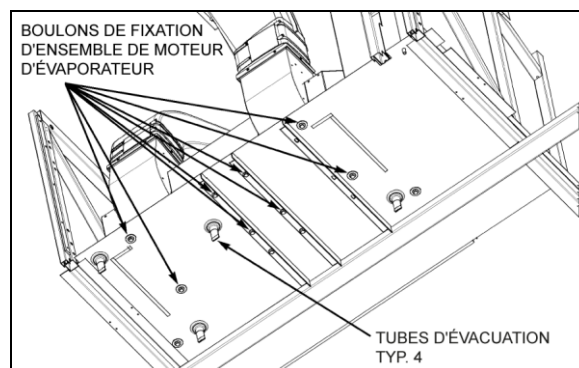

FIGURE 57: BOULONS DU MOTEUR DE L'ÉVAPORATEUR 22315
9. Depuis le dessous du véhicule, dévisser les huit boulons qui fixent la base du double ventilateur refoulant. Enlever la totalité du double ventilateur du compartiment de l'évaporateur (Figure 57).